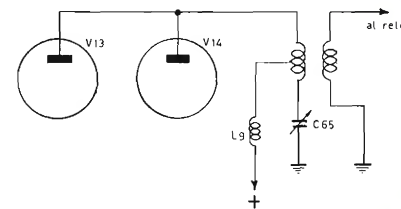

figura 10
- 3) trasformare il circuito di placca del finale come risulta dallo schema di figura 10.